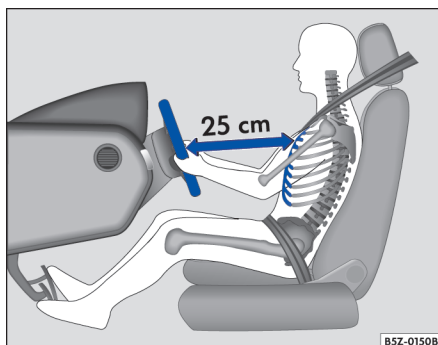

Fig. 1 La distancia entre el conductor y el volante debe ser, COMO MÍNIMO, 25 cm
- Regule el asiento en el sentido longitudinal, de tal forma que la distancia entre el volante y el tórax sea como mínimo, 25 cm ⇒ fig. 1 permitiendo que los pedales del acelerador, del freno y del embrague sean pisados hasta el fondo, con las piernas ligeramente flexionadas ⇒
- Coloque el respaldo del asiento en una posición de tal forma que la espalda quede totalmente apoyada en él mismo, respetando la distancia mínima conforme ⇒ fig. 1.
- Ajuste el asiento del conductor de tal forma que asegure una distancia mínima de 25 cm entre el tórax y el centro del volante ⇒ página 5, fig. 1. Si esta distancia es inferior a 25 cm, el sistema de airbag no podrá protegerlo convenientemente.